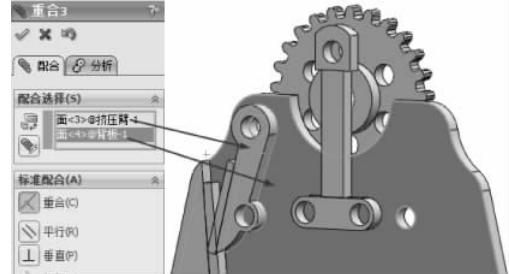

图 3-143 重合配合
(6) 继续进行配合约束，选择【标准配合】选项组下的【重合】配合类型 ，在【要配合的实体】选择框 中选择如图 3-143 所示的面，其他保持默认，单击【确定】按钮 ，完成重合配合。